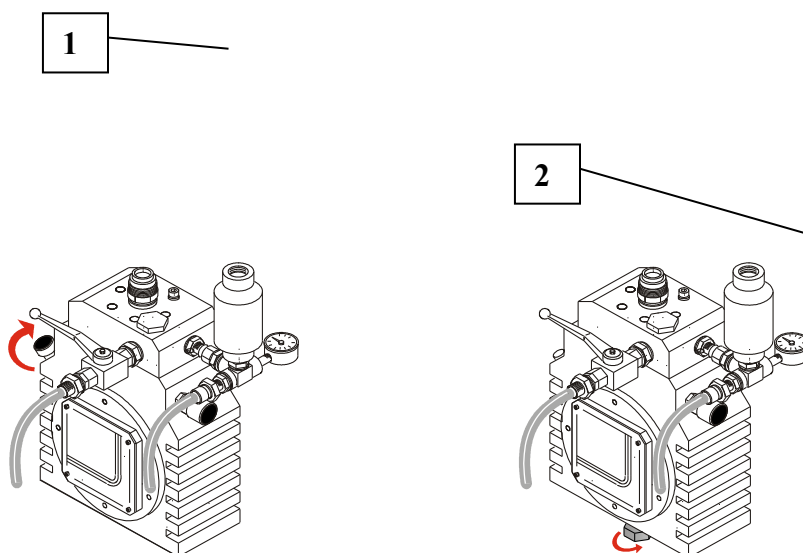

Fig.41
- a) Togliere il tappo livello olio (1, fig. 41).
- b) Svitare il tappo situato sotto il corpo della pompa e lasciare defluire completamente l'olio (2, fig. 41).